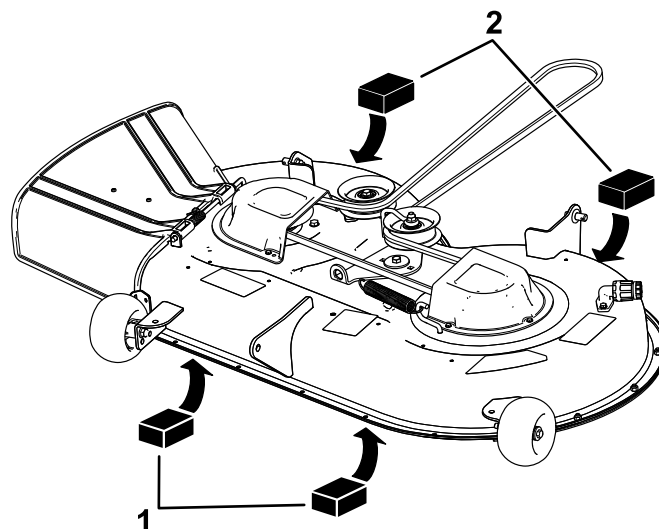

Figure 60
4. Placez deux cales de 6,6 cm (2 5/8 po) d'épaisseur chacune sous chaque côté du bord avant du tablier de coupe, mais pas sous les supports des galets anti-scalp (Figure 60).
5. Placez deux cales de 7,3 cm (2 7/8 po) d'épaisseur chacune sous le bord arrière de la jupe du tablier de coupe, une de chaque côté (Figure 60).